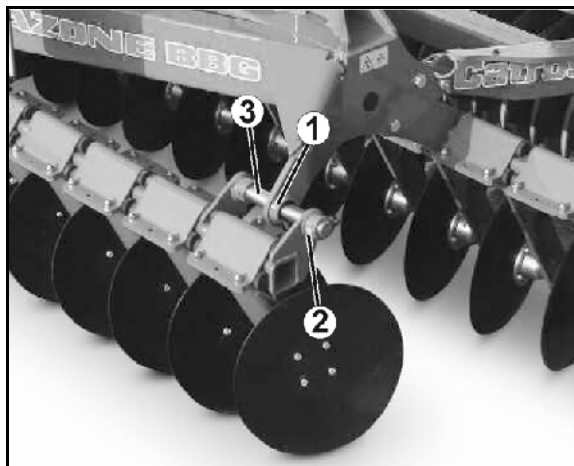

Fig. 53
Ved udskiftning af glidelejerne (Fig. 53/1) skal den udklappede maskine sættes ned, så glidelejerne er spændingsfri.
1. Løsn forskruningen (Fig. 53/2) til forskydeakslen (Fig. 53/3).